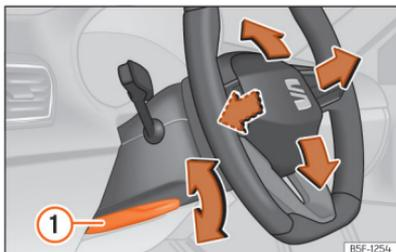

Fig. 68 Alavanca na parte inferior do lado esquerdo da coluna de direção
- Puxe a alavanca >>> Fig. 68 ① para baixo, mova o volante até à posição desejada e volte a subir a alavanca até ao ponto de fecho.
- Após ajustar a coluna da direção, empurre firmemente a alavanca >>> Fig. 68 ① para cima para que o volante não mude de posição acidentalmente durante o andamento.